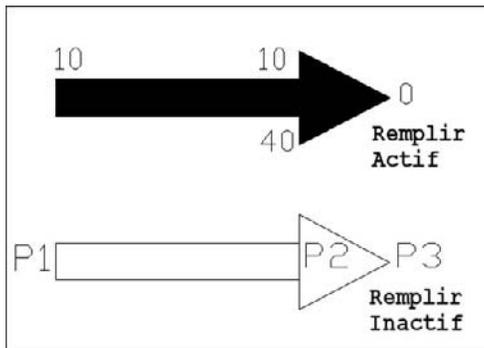

Fig.4.44
- 7] Appuyer sur Entrée pour terminer la commande. Le résultat est le dessin d'une flèche (fig.4.44).